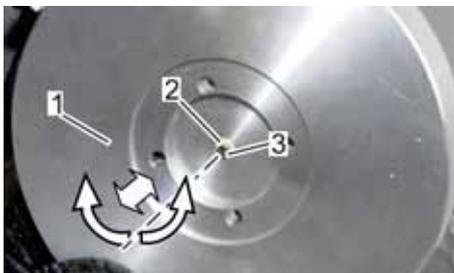

Abb. 142: Gleitlager prüfen
Die nachfolgenden Arbeitsschritte werden am Beispiel des Messwerkflanschs (Abb. 142/1) ausgeführt. Die Tätigkeiten am Zwischenflansch sind die gleichen.
1. Mit einem sauberen Ventilkegel (Abb. 142/3) das Gleitlager (Abb. 142/2) auf Ausschlagung und un rundes Verhalten (Abb. 142/Pfeile) prüfen.